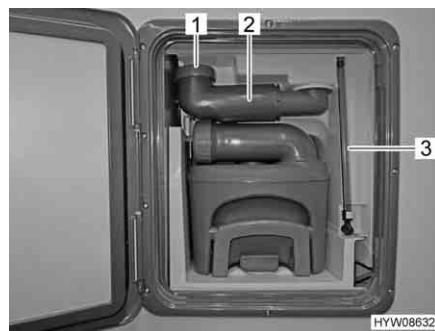

Fig. 158 Serbatoio fisso
- Controllare il livello dell'acqua nel tubo di rifiusso (Fig. 158,3). Il livello dell'acqua nel tubo di rifiusso corrisponde al livello dell'acqua nella cassetta dell'acqua di risciacquo.
- Ruotare verso l'esterno il bocchettone di riempimento (Fig. 158,2).
- Svitare il coperchio (Fig. 158,1).
- Sganciare il tubo di rifiusso (Fig. 158,3) e ruotarlo verso il basso.